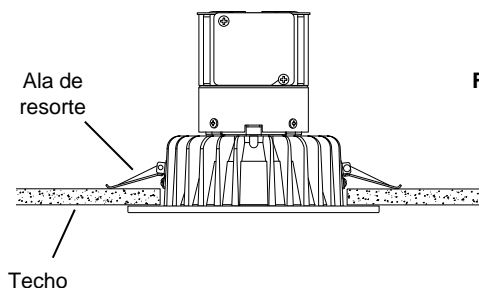

Fig. 5
- Continuar insertando la luminaria empotrable en el agujero, sin dejar de apretar las alas de resorte. Cuando las alas alcanzan el borde del agujero, libérralas y empuje la luminaria empotrable hacia arriba hasta que ambas alas voltear hacia abajo sobre la superficie del techo. (Fig. 5)